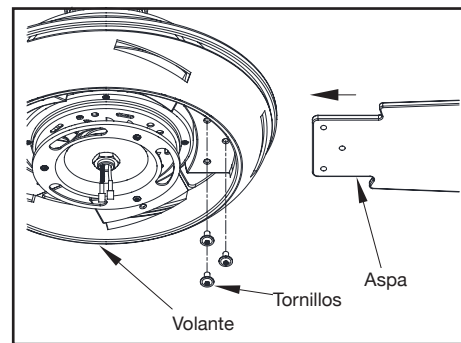

Figura 11
1. Inserta el asa en la abertura del centro del volante, alinea los tres orificios para tornillo en el asa con sus correspondientes en el volante, y asegura con los tornillos incluidos. (Figura 11)